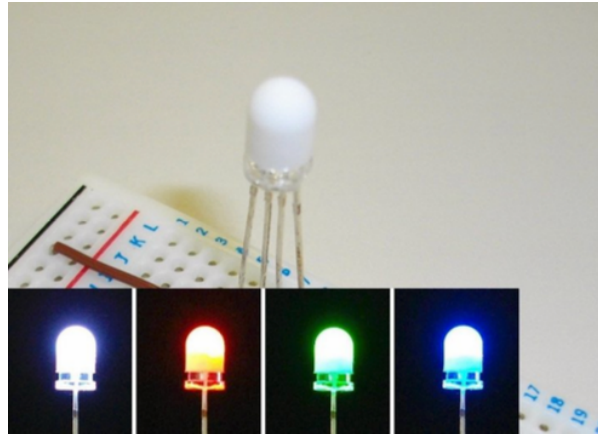

図 1: LED ダイオード
2.1 図 1 の電子部品（フルカラー LED OSTA5131A）を次のような点から調べなさい。